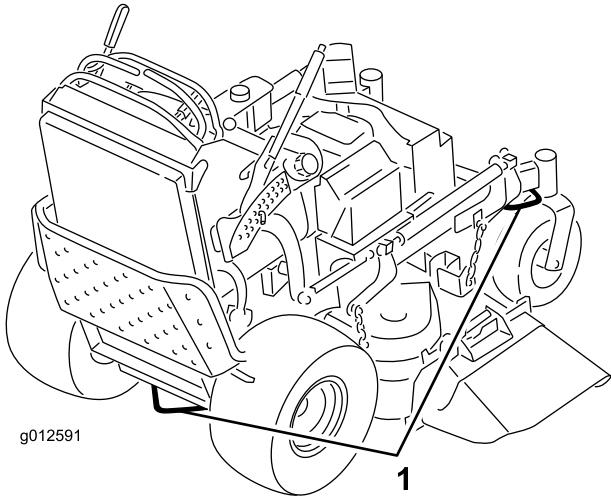

Figure 25
- Servez-vous des points d'attache en métal de la machine pour arrimer solidement la machine sur la remorque ou le véhicule utilitaire avec des sangles, des chaînes, des câbles ou des cordes (Figure 25).